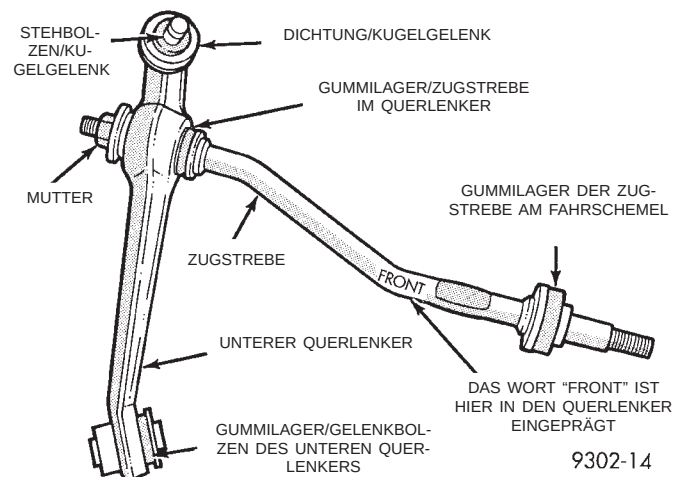

Abb. 74 Zugstrebe in den unteren Querlenker eingebaut
(4) Zugstrebe in das Gummilager im unteren Querlenker montieren. Die Zugstrebe wie in (Abb. 74) gezeigt einsetzen, so dass das Wort FRONT auf der dem Querlenker abgewandten Seite liegt. Die Zugstrebe am Schlüsselansatz mit einem Maulschlüssel festhalten und die **NEUE** Befestigungsmutter der Zugstrebe mit einem Anzugsmoment von 130 N·m (95 ft. lbs.) festziehen.